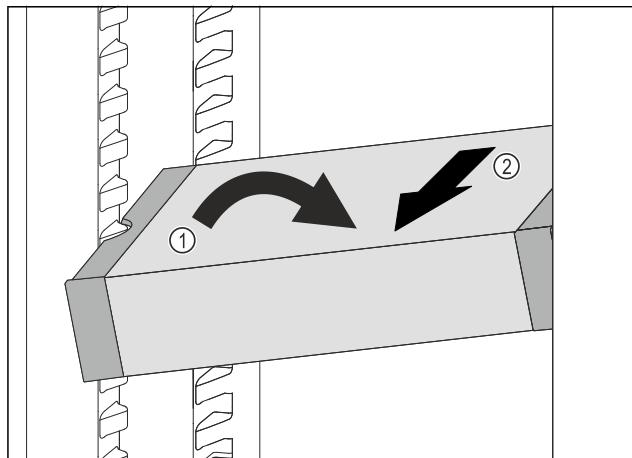

Fig. 93
- Расположите VarioSafe в холодильном отделении под наклоном. *Fig. 93 (1)*
- Извлеките VarioSafe движением вперед. *Fig. 93 (2)*